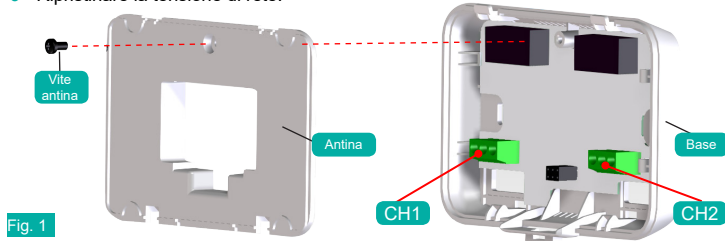

Fig. 1
- 1 - Tramite un cacciavite svitare la **Vite antenna** (Fig.1) e separare l'**Antina** dalla **Base**.